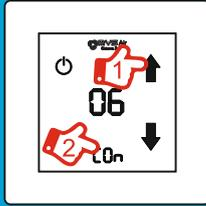

Fig. 9
- 3) Seleccionar el tiempo en segundos, pulsando sobre los iconos **↓↑** y confirmar pulsando de nuevo sobre el icono **COFF** para confirmar y salir (Fig. 9).